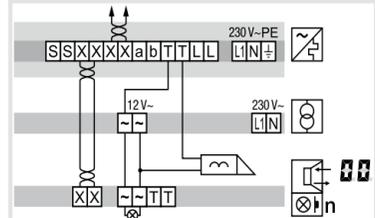

Bild 9: Anschluss der Türstation mit manipulationsgeschütztem Türöffner
- Bei manipulationsgeschützter Installation den Türöffner an den Kontakt T₁ der Strangversorgung anschließen (Bild 9).